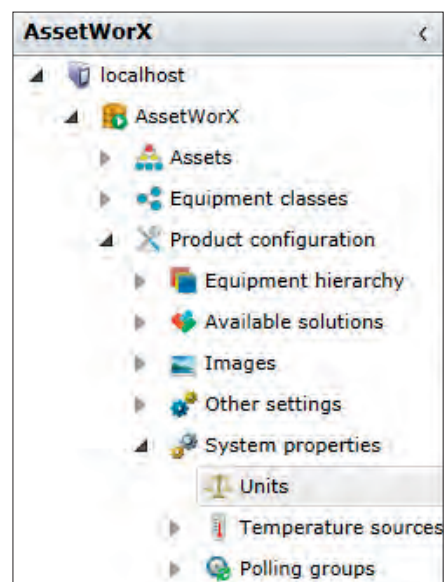

Рис. 2. Единицы измерения и источники температуры в AssetWorX
- *Источники температуры (Temperature Sources, опционально)* — пошаговая инструкция в разделе справки AssetWorX «Определение источников температуры» (Defining Temperature Sources), рис. 2.